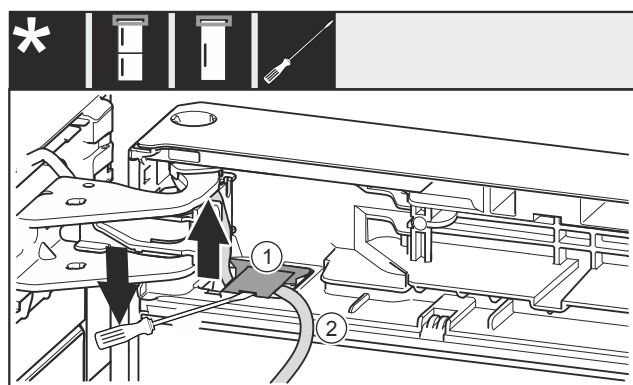

Fig. 25
- ▶ Za pomocą śrubokręta unieść osłonę Fig. 25 (1) i wyciągnąć.
- ▶ Wyciągnąć kabel Fig. 25 (2).